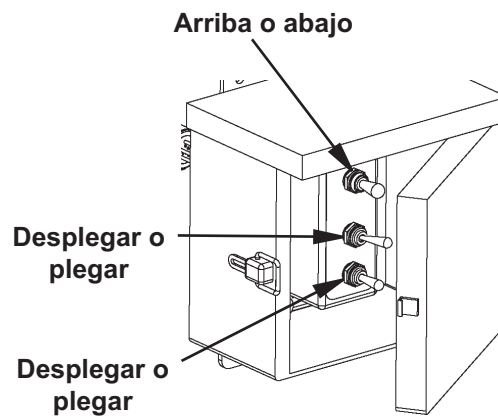

FIG. 7-2
7. Para verificar que opera correctamente, utilice los selectores en la caja de control auxiliar para elevar (**arriba**), descender (**abajo**), **plegar y desplegar** (**FIG. 7-2**) el elevador hidráulico.